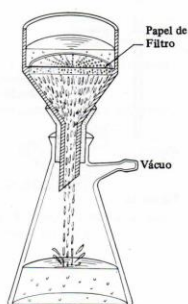

Figura 4. Esquema para filtração utilizando funil de Buchner.
3. Filtração com Funil de Buchner: É efetuada com sucção com auxílio de uma trompa de vácuo (bomba de vácuo) e Kitassato (Figura 4). No fundo do funil, sobre a placa plana perfurada é adaptado o disco de papel filtro molhado, devido à sucção.
- Monte um sistema conforme a Figura 4. Deve-se ter cuidado com o tamanho do papel filtro que será utilizado no funil, e o papel de filtro não será dobrado. (Peça ajuda ao seu professor).